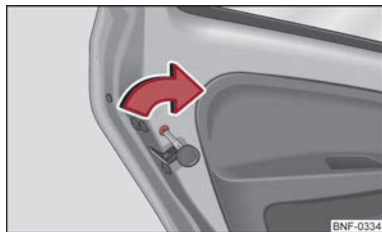

Bild 9 Barnsäkring på bakdörrarna
- Vrid skåran på spärren på vänster dörr medurs → **bild 9** och på höger dörr moturs.